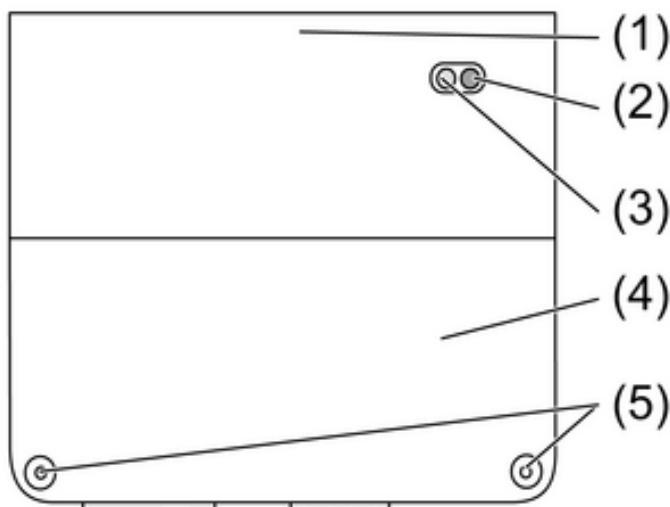

Bild 1
- Die beiden Schrauben (5) lösen und Gehäusedeckel (4) abnehmen (Bild 1).